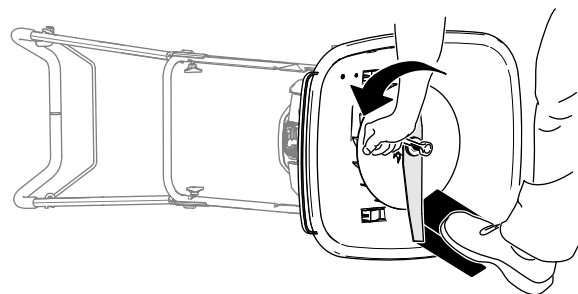

Figura 43
4. Folosii o bucată de lemn pentru a menține lama stabilă (Figura 43).